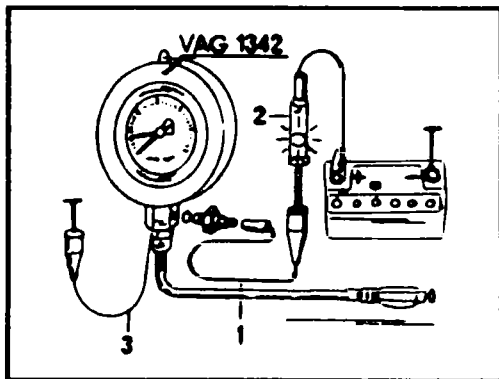

Рис. 3.46 Подсоединение манометра для проверки давления масла
◆ Подсоедините согласно рис. 3.46 контрольную лампу (2) с электрическим проводом (1) и дополнительным зажимом аккумулятора.